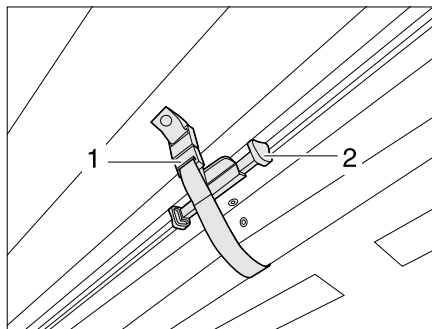

Fig. 14 Fixer le dispositif occultant plissé du pare-brise
- Pousser le dispositif occultant plissé pour le pare-brise vers le haut avec la poignée (Fig. 14,2) jusqu'à ce qu'il se verrouille. Le fixer avec la boucle de fermeture (Fig. 14,1). Le dispositif occultant plissé est bloqué.